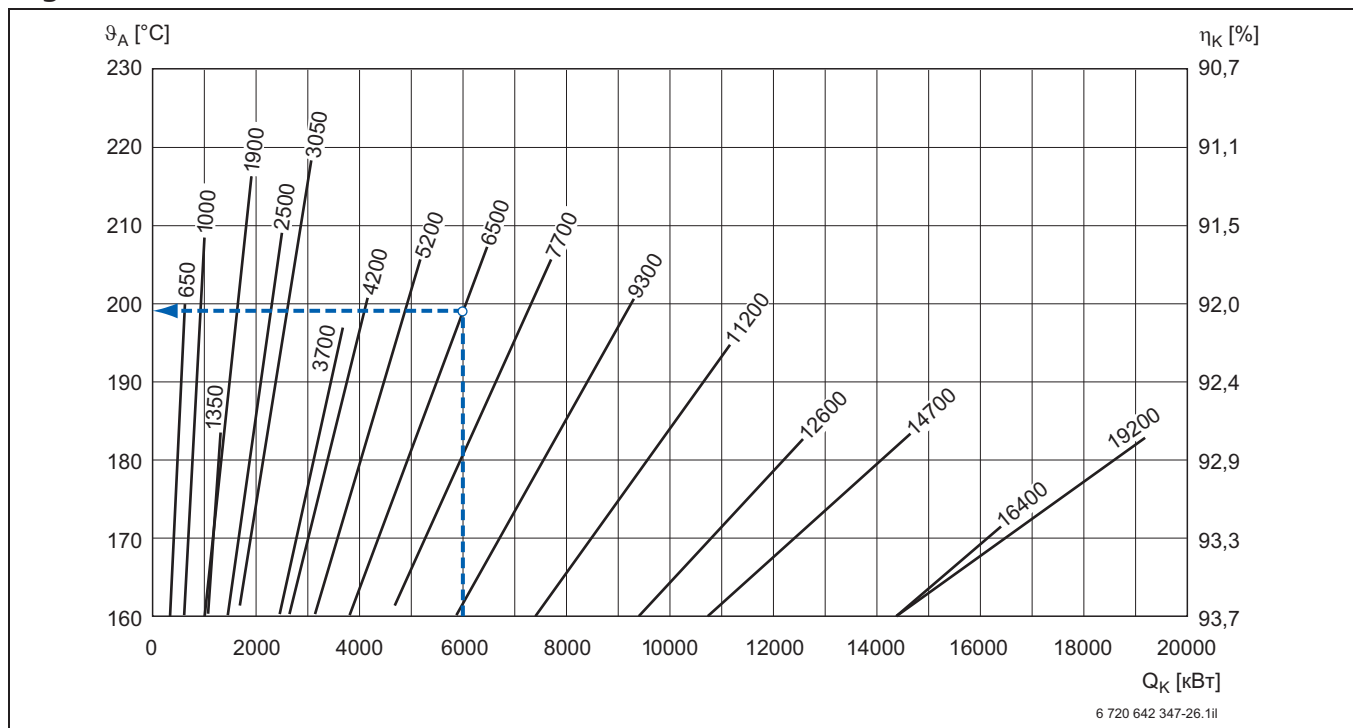

Рис. 30. Температуры дымовых газов котлов Logano S825L в зависимости от нагрузки на котел
Температура дымовых газов измеряется в присоединительном участке дымовой трубы на выходе из котла. Она зависит от нагрузки на котел и от температуры сетевой воды (см. рис. 30 – 32). Для расчета дымовой трубы, как правило, принимается минимально возможная температура дымовых газов. Она примерно на 7,5 К ниже приведенной температуры дымовых газов при средней температуре котловой воды 70 °С.
Температура дымовых газов зависит от средней температуры котловой воды. Температуры дымовых газов на графиках рис. 30 – 32 приведены в соответствии со стандартом EN 303 при температуре воды 80/60 °С, т. е. при средней температуре котловой воды 70 °С. (Пересчет для других температур см. табл. 32)
- Температура дымовых газов по диаграмме  $\vartheta_A = 198$  °С (см. рис. 30)